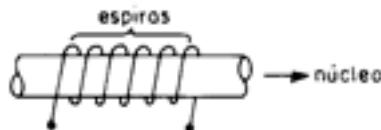

Figura 2: Esquema de um Indutor
um núcleo, constituindo o componente denominado **indutor**. Chamamos de indutância (L), o parâmetro que relaciona esse efeito do campo magnético com a corrente que o produziu e sua unidade é o Henry [H], tendo como submúltiplos o milihenry (mH) e microhenry (μH). Na Figura 2 temos esquematizado um indutor.